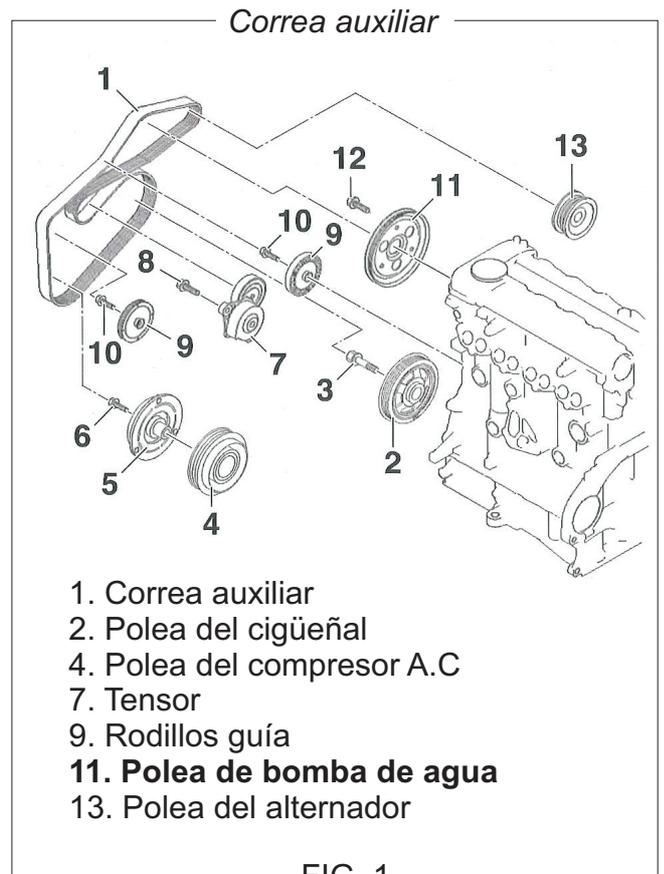

FIG. 1
- 2 Girar el tensor (7) [FIG. 1] en sentido antihorario, y desmontar la correa auxiliar (1) [FIG. 1].